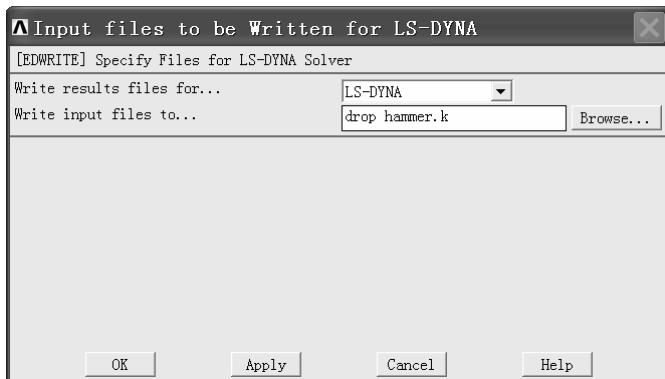

图 6-37 “Input files to be Written for LS-DYNA” 窗口
(3) 在 “Write input files to...” 窗口中 “文件名(N):” 后的方框中输入 “drop hammer.k”, 然后单击 “保存” 按钮, 返回到 “Input files to be Written for LS-DYNA” 窗口 (见图 6-37)。